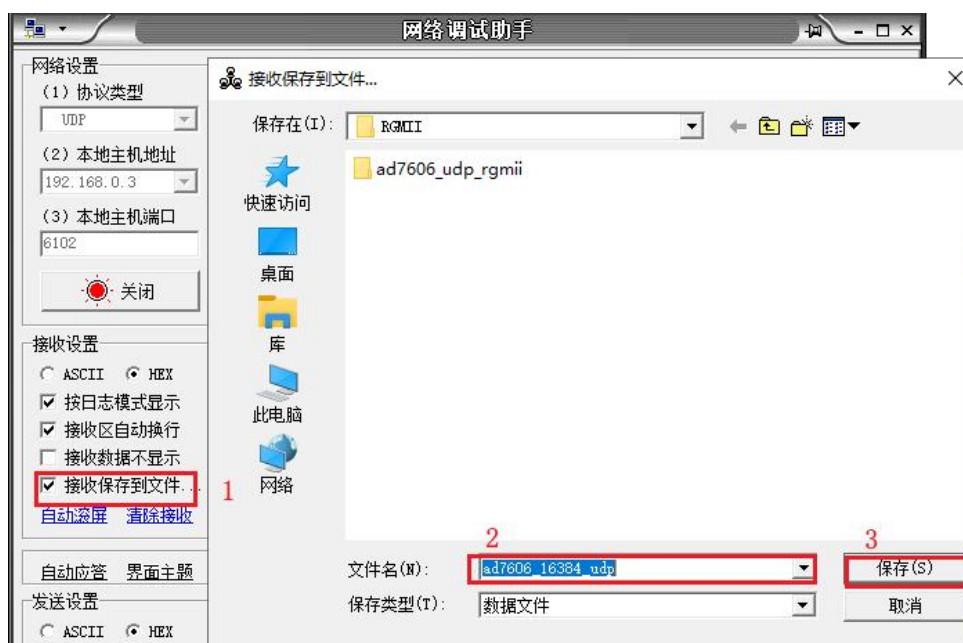

图 1-22 设置保存文件
- 7.点击“接收保存到文件”这几个字，在弹出的界面中设置文件路径、文件名称，如下图 1-22 所示。这样在数据接收完成之后会保存一个数据文件。方便后面进行分析。